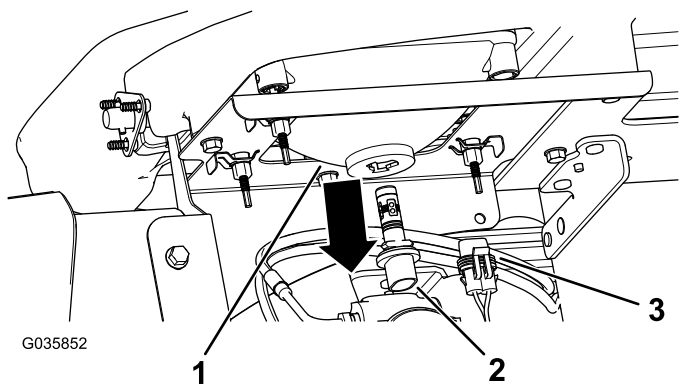

図 40
3. ヘッドライトハウジングの裏側からきているランプアセンブリ用ハーネスコネクタを外す 図 40。
4. ランプアセンブリを左に¼回転させて後ろに引き抜いてヘッドライトハウジングから取り出す 図 40。
5. 新しいランプアセンブリとヘッドライトハウジングを入れ、ランプアセンブリについているタブをヘッドライトハウジングのスロットに合わせる 図 40。
6. ランプアセンブリを右方向に¼回転させて取り付ける 図 40。
7. ハーネス用のコネクタを、新しいランプアセンブリのコネクタに接続する 図 40。